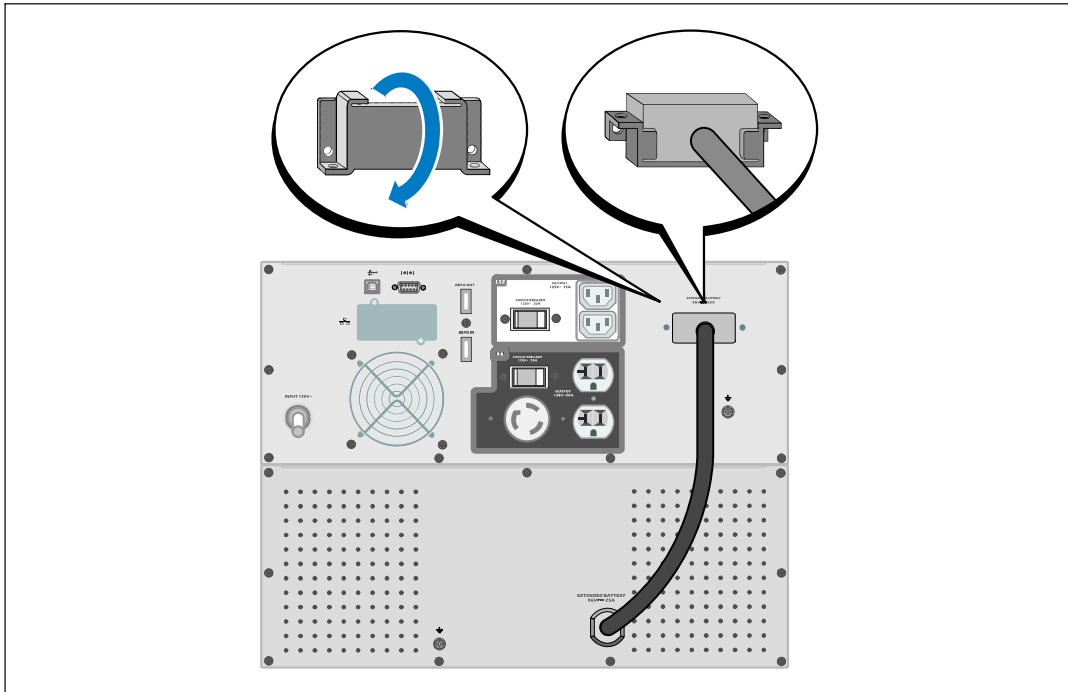

Figure 16. Installation du Support de Serre-Câble
- 2 Installez le couvercle du connecteur des batteries sous le câble de l'EBM pour servir de serre-câble (voir Figure 16).